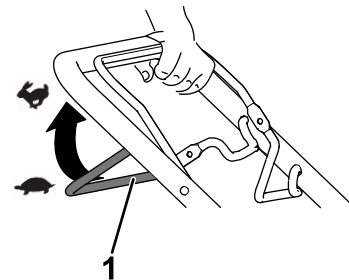

Figure 14
- Pour engager l'autopropulsion, serrez et maintenez la barre de commande d'autopropulsion contre le guidon (Figure 14).